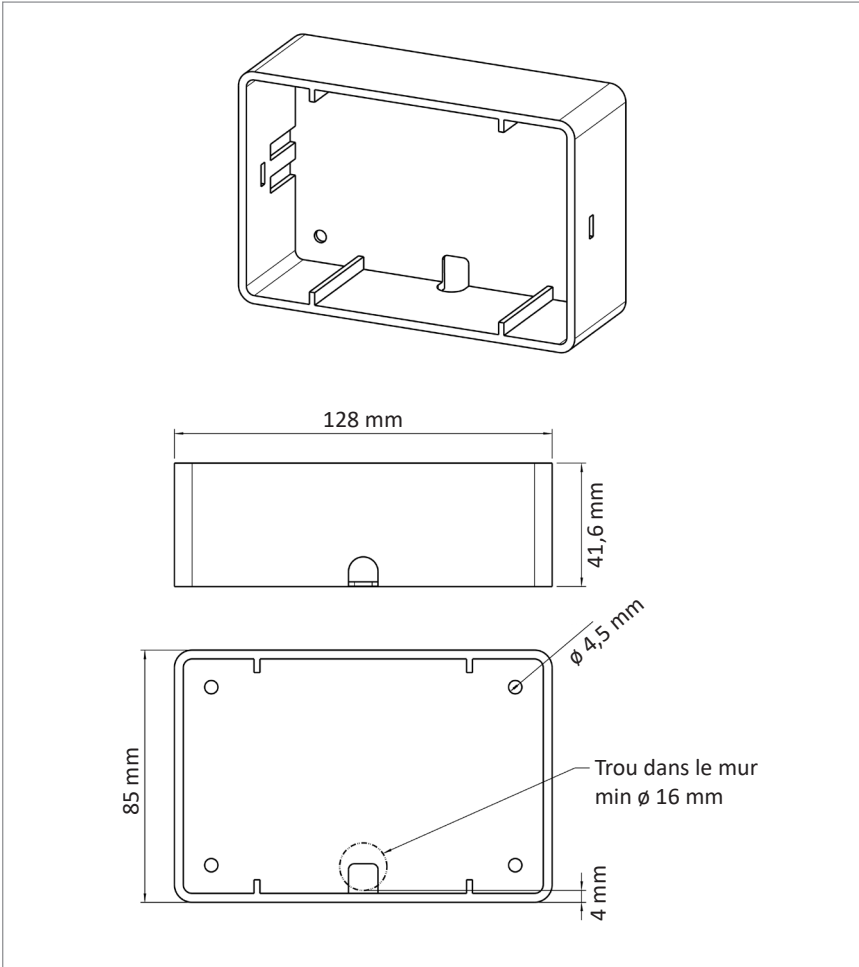

Fig. 7: Dimensions du boîtier en saillie
2. Créez l'ouverture murale conformément aux dimensions dans la figure 7.